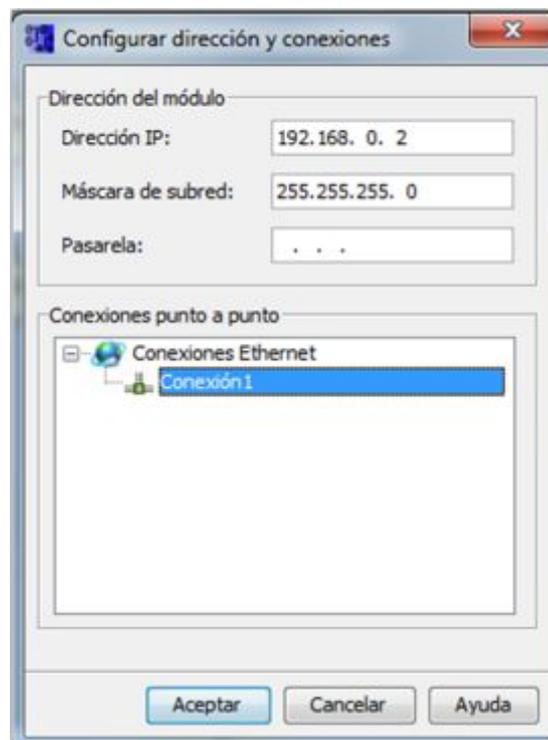

FIGURA 113: Conexión1 creada.
- Aparece Conexión 1 (FIGURA 113), dar doble clic sobre ella.